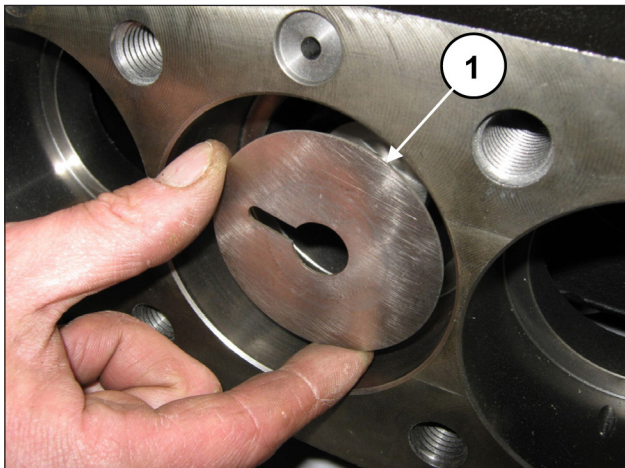

Abb. 171
Entfernen Sie die Spritzschutzringe von den Kolbenführungen (Pos. ①, Abb. 171).